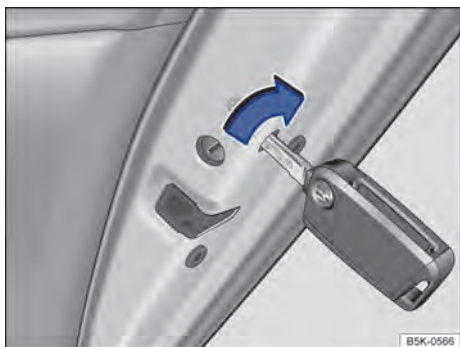
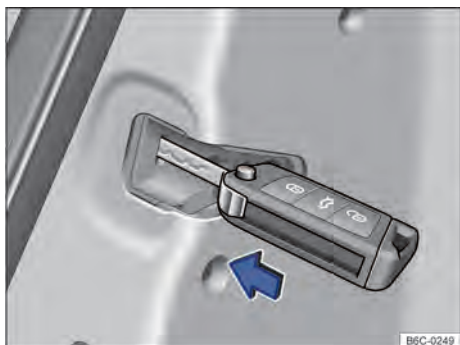

Fig. 53 Travamento de emergência do veículo com a chave do veículo (variante 1).
Fig. 54 Nas portas, dianteira direita e traseiras: travamento de emergência do veículo com a haste metálica da chave (variante 2).
Dependendo da versão do veículo o local de travamento das portas pode variar → Fig. 53 ou → Fig. 54
- Inserir a haste metálica da chave na fenda vertical → Fig. 53 e girar. Ou
- Inserir a haste metálica da chave na fenda vertical → Fig. 54 e pressionar.